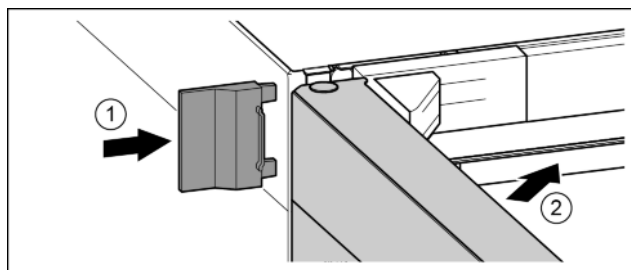

Fig. 20
- ▶ Насуньте зовнішню кришку. Fig. 20 (1)
- ▶ Закрийте верхні дверцята. Fig. 20 (2)